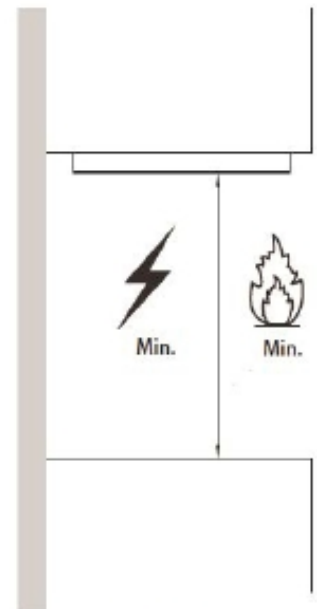

Fig.1
2. Marquez la hauteur d'installation requise (600 mm pour les plaques de cuisson électriques et 700 mm pour les plaques de cuisson à gaz) sur le mur derrière la cuisinière ou la plaque de cuisson (Fig.1).